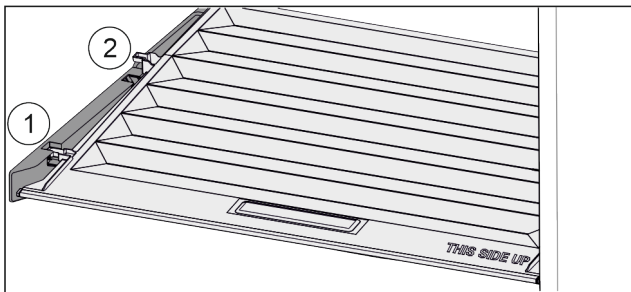

Fig. 115
- ▶ Кришку до отвору в деталях для підтримки потягнути вперед Fig. 115 (1).
- ▶ Підняти ззаду знизу та вийняти Fig. 115 (2) вгору.